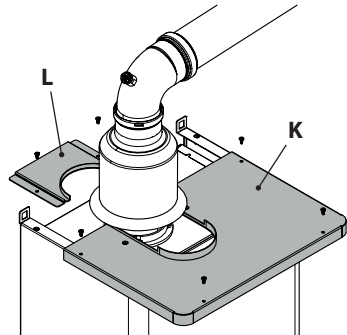

Figura 5.77
- Posizionare e fissare la copertura superiore **K** e il particolare **L** (Figura 5.77).